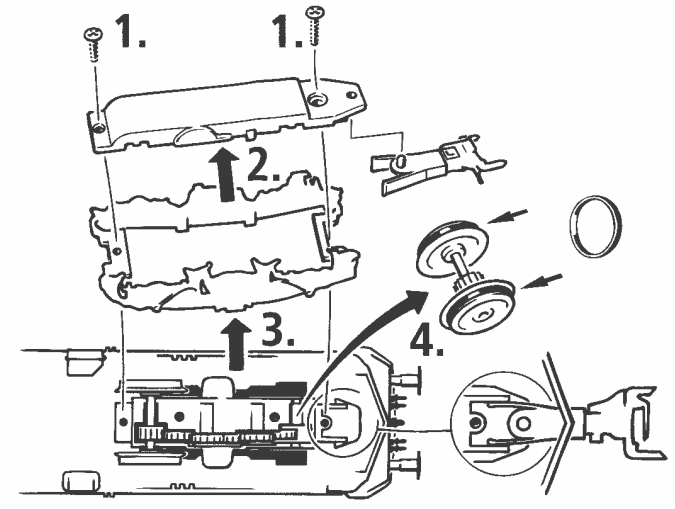

Fig. 7
4. Motorwechsel: Lokgehäuse abnehmen (Fig. 3). Danach wird der Motor ausgebaut und ausgetauscht (Fig. 7).
4. Motor Changing: First remove loco body (fig. 3), and then the motor (fig. 7).